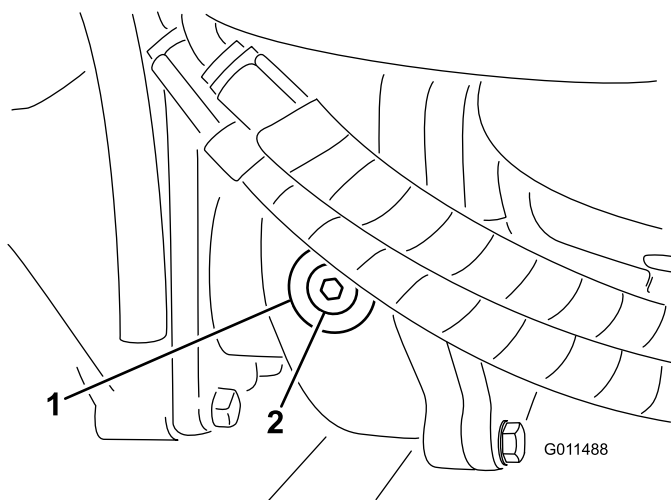

Figura 19
2. Togliete il tappo di controllo/riempimento dal lato sinistro del riduttore e verificate che il lubrificante raggiunga la base del foro (Figura 19).